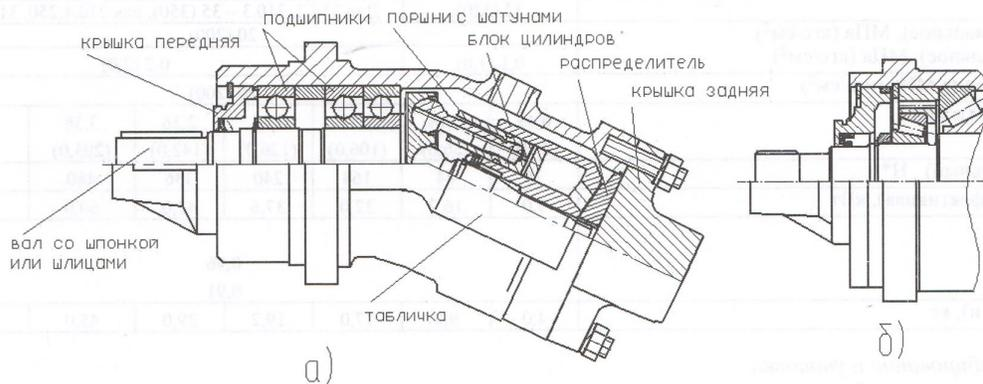

Рисунок 1 – Гидромашин нерегулируемые
1.3.1 Гидромашин состоит из качающего узла, установленного в корпусе и задней крышки. Качающий узел состоит из распределителя и гидравлического узла, в состав которого входят: вал, подшипниковый узел и блок цилиндров. Блок цилиндров по сферической поверхности контактирует с распределителем. (см. рисунок 1). Вариант исполнения задней крышки в зависимости от расположения отверстий определяет направление подсоединения трубопроводов.